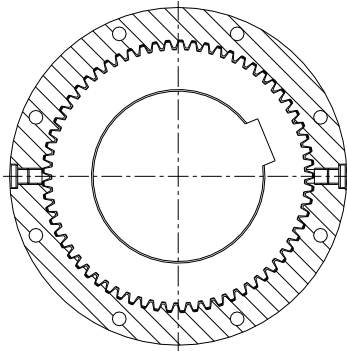

Рис. 9: Горизонтальное положение резьбовых пробок
- Повернуть муфту так, чтобы резьбовые пробки (деталь 10) были в горизонтальном положении (см. рис. 9).